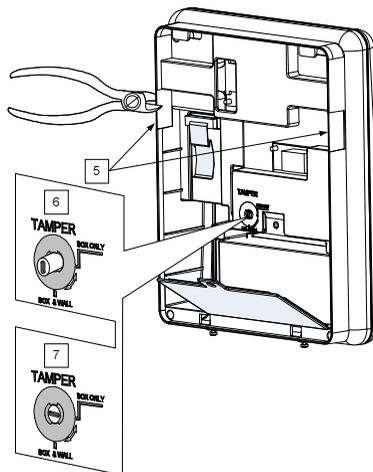

Figure 4 : Installation murale
2. Maintenez, tel un modèle, le support de fixation contre le mur et inscrivez l'emplacement des orifices de montage (5 orifices de montage élément 1, et un trou supplémentaire pour sécuriser la protection d'autoprotection élément 2, sont disponibles, voir Figure 4).
- a. Configuration boîtier et mur, (voir 6, Figure 4) - Activation du contact d'autoprotection à l'ouverture de DIAPASON NeXT ou en cas d'arrachement de DIAPASON NeXT du mur.
- b. Configuration boîtier seul (voir 7, Figure 4) - Activation du contact d'autoprotection à l'ouverture de DIAPASON NeXT.
2. Selon l'emplacement du câble réseau, dirigez et insérez le câble dans les ouvertures (voir Figure 4).
3. Si nécessaire, retirez les ouvertures pour les câbles (5, Figure 4) pour permettre le passage du câble.